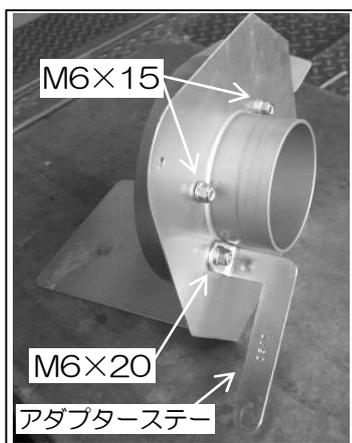

図3
- ①図3、4を参考に、アダプター、アダプターステー、ヒートプレートを組み立てます。